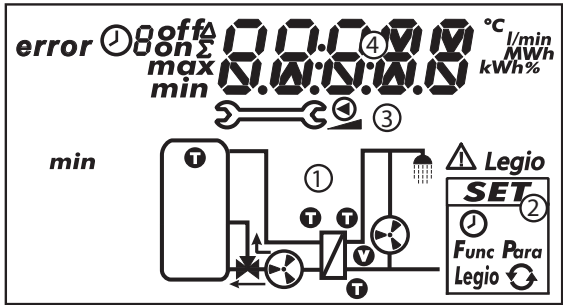

Fig. 7: Panoramica sulle aree del display (tutti gli elementi visibili)
La tabella seguente descrive i simboli nello schema del sistema (① nella fig. 7).
Il menu delle impostazioni (② nella fig. 7) contiene le seguenti voci:
La tabella seguente descrive i pittogrammi delle funzioni (③ nella fig. 7).
La visualizzazione dei dati di funzionamento e delle impostazioni (④ in fig. 7) è formato dai seguenti elementi:
①	Il simbolo diviene visibile in caso di errore.
②	Simbolo per il comando a tempo delle funzioni. Il simbolo viene visualizzato se - viene impostato un limite temporale o un comando a tempo, - viene visualizzato lo stato del limite temporale / comando a tempo, - il limite temporale blocca il comando in funzione della temperatura (simbolo lampeggiante).
③	Numero della finestra temporale attualmente impostata/visualizzata nel menu delle impostazioni o in cui si trova l'ora attuale. Il comando a tempo di una funzione è composto da 1 o 3 finestre temporali impostabili. Esempio: Finestra temporale 1: 06:00 – 08:00 Finestra temporale 2: 11:00 – 12:30 Finestra temporale 3: 17:00 – 19:00
④	Informazioni supplementari: on, off: stato di commutazione / condizione di commutazione on, off max, min: valore massimo, valore minimo Σ: valore di funzionamento sommato dalla prima messa in funzione, non ripristinabile Δ: valore di funzionamento sommato dall'ultimo ripristino su 0
⑤	Visualizzazione di: - valori di misurazione - valori di impostazione - codici errore - altre informazioni, per es. versione software
⑥	Unità fisica del valore visualizzato in ⑤: °C, l/min, %, h, kWh, MWh